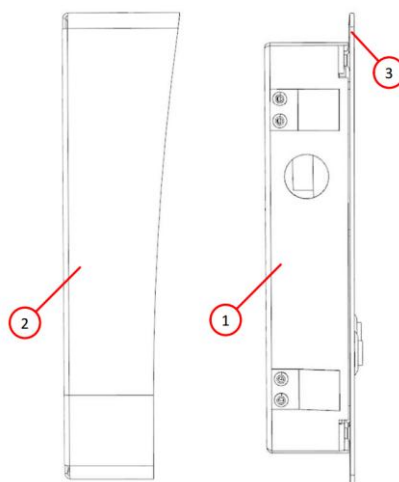

Рис. 2 – Сборка и монтаж вызывной панели. Вариант 1.
4. Корпус (поз.1 рис.2) крепится винтами к кожуху (поз.2 рис.2).
5. Панель (поз.3 рис.2) притягивается к кожуху с помощью винтов с внутренним шестигранником, входящих в монтажный комплект.